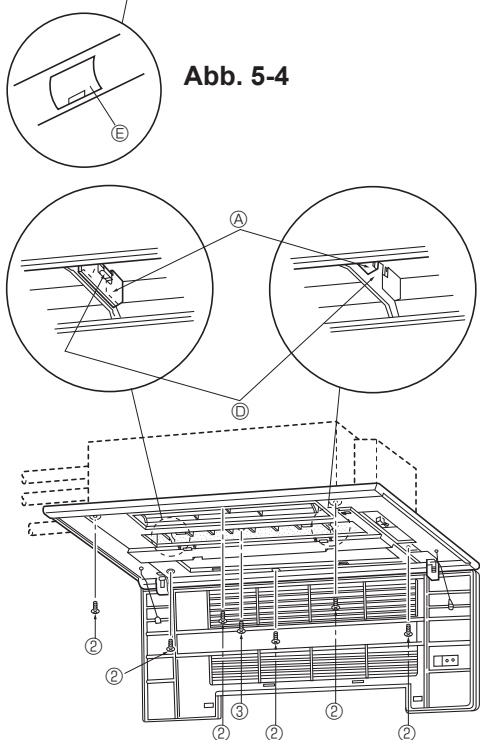
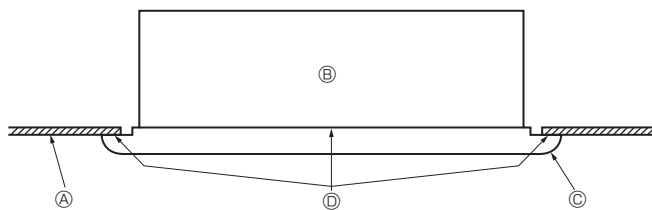

Abb. 5-5
Abb. 5-6
- Die Frontplatte so befestigen, dass sie einwandfrei im Winkel zwischen der Decke und der Wand sitzt, und die Sicherungsschrauben ② (mit dem vorliegenden Gitter mitgeliefert) an den vier dafür vorgesehenen Stellen links und rechts installieren, wobei diese Schrauben noch leicht gelockert bleiben müssen. (Abb. 5-5)
- Danach die Befestigungsbolzen ② und die Befestigungsschrauben ③ an den drei Stellen in der Mitte anziehen.
- Zum Schluss die Befestigungsbolzen ② an den vier Stellen links und rechts anziehen.
- An dieser Stelle dafür sorgen, dass zwischen der Innenanlage und der Frontplatte sowie zwischen der Frontplatte und der Deckenfläche keine Lücken entstanden sind. Wenn Lücken entstanden sind, kann dort Wind eindringen und Wasser heruntertropfen (Abb. 5-6).
* Die Befestigungsbolzen ② und die Befestigungsschrauben ③ vollständig anziehen.
[Abb. 5-5]
5.4. Überprüfungen nach der Installation (Abb. 5-6)